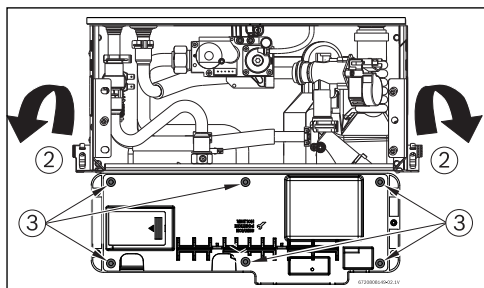

Fig. 5 Parte posterior da caixa electrónica
- ▶ Virar a caixa electrónica para mostrar a parte de trás (Fig. 5, pos. 2).
- ▶ Remover os 6 parafusos da caixa electrónica (Fig. 5, pos. 3).